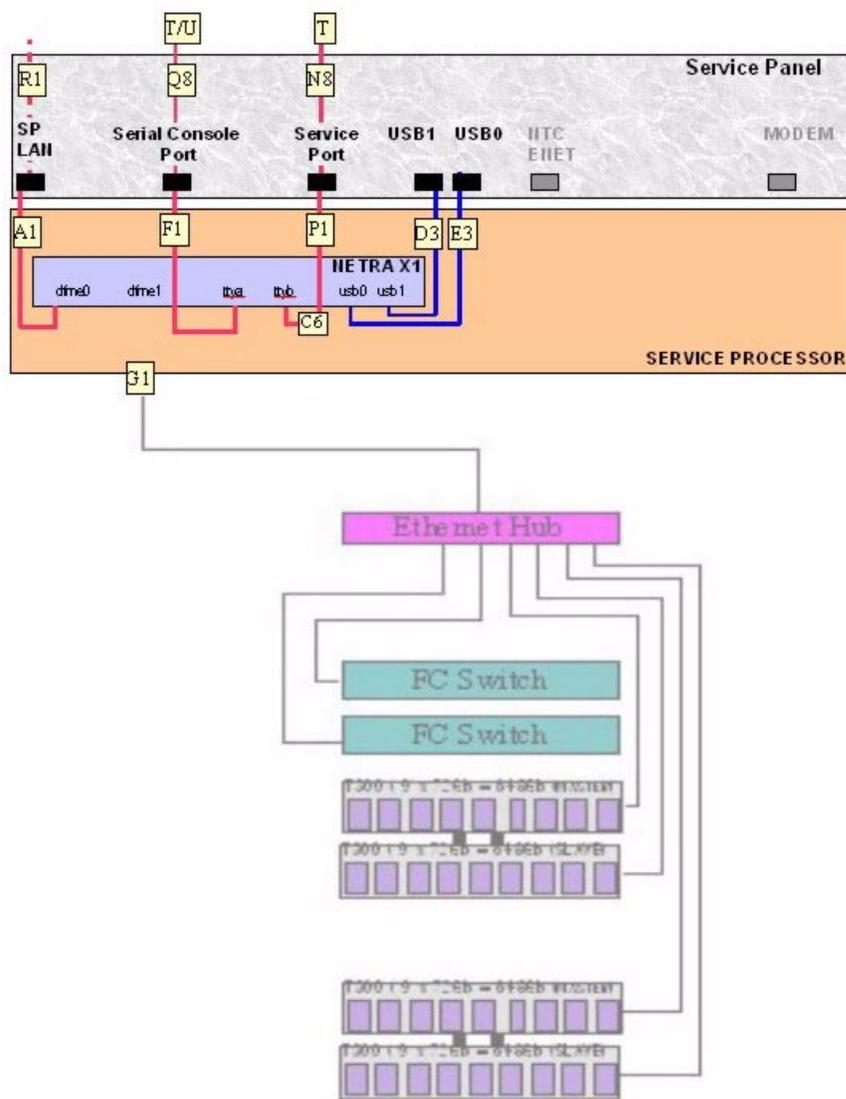

図 6-11 サービスプロセッサのサービスパネル
サービスプロセッサへのアクセスは、サービスパネルを介して行われます。サービスパネルは、Sun StorEdge 3900 および 6900 シリーズの記憶装置システムの背面カバー内側にボルトで固定されています。サービスプロセッサの機能は、サービスパネルのシリアルコンソールポートからラップトップまたはワークステーションやサーバのシリアルポートに接続されたコンソールケーブルを介して実行されます。ケーブルおよび DB9 と DB25 のアダプタは、記憶装置システムに付属しています。図 6-11 に、サービスパネルおよびサービスプロセッサへの接続を示します。
5. 図 6-11 および表 6-5、表 6-6 で示した配置を参照して、サービスパネルの内側の各ケーブルの位置を確認します。サービスパネルの内側のケーブルをすべて外します。
6. サービスパネルを閉じます。図 6-11 および表 6-5、表 6-6 で示した配置を参照して、サービスパネルの外側の各ケーブルの位置を確認します。サービスパネルの外側のケーブルをすべて外します。